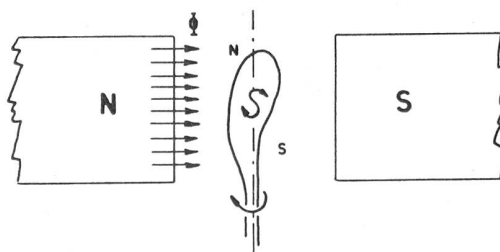

fig. 133
**Lorsqu'une spire (ou un cadre formé de plusieurs spires) est parcourue par un courant et placée dans un champ magnétique, elle est soumise à une force mécanique qui tend à l'orienter dans une position telle qu'elle soit traversée, par sa face sud, par le flux maximum (fig. 133).**
La spire de la fig. 133 sera donc soumise à une force mécanique agissant dans le sens des aiguilles d'une montre jusqu'à ce que sa face sud soit parallèle à la face du pôle nord de l'aimant, c'est-à-dire que cette face soit traversée par le maximum de flux de cet aimant.